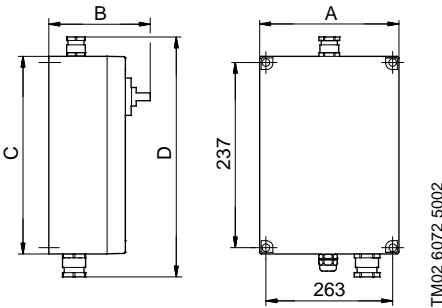

Fig. 6
- Ta bort automatikkåpets front och montera skåpet på en plan yta med fyra skruvar genom fästhålerna i automatikkåpets bakkavel, se fig. 6. Kabelgenomföringarna för pumpen och nivåvippan skall vara vända nedåt.